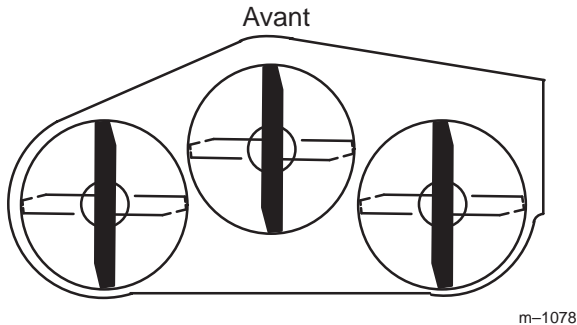
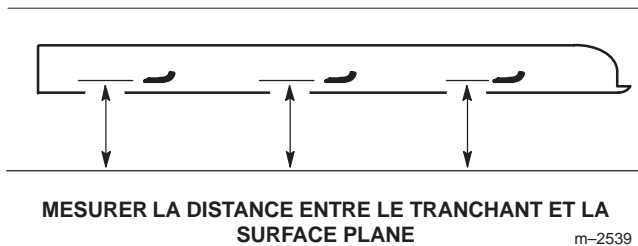

Figure 34
Figure 35
3. Tournez les lames pour qu'elles soient toutes dirigées dans le sens longitudinal (Fig. 34). Mesurez la distance entre la surface plane et le tranchant des lames (Fig. 35) et notez cette valeur.